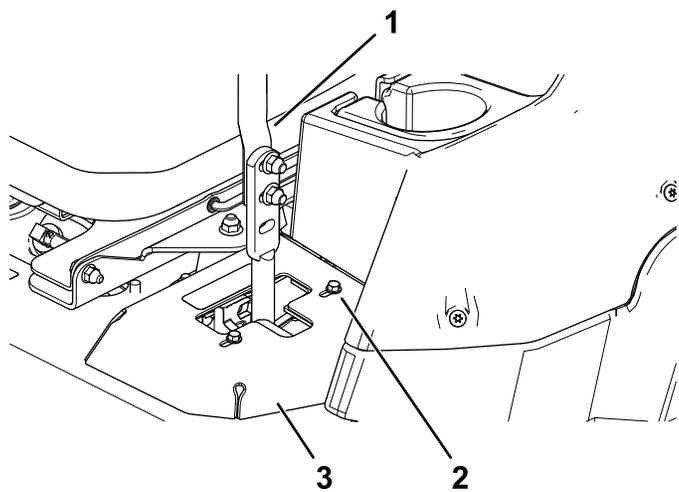

Figura 51
- Se la macchina tende a destra, allentate i bulloni e regolate la piastra di battuta sinistra spostandola indietro sulla fessura a T sinistra finché la macchina non procede in linea retta (Figura 51).
- Se a macchina tende a sinistra, allentate i bulloni e regolate la piastra di battuta destra spostandola indietro sulla fessura a T destra finché la macchina non procede in linea retta (Figura 51).
- Serrate la piastra di battuta (Figura 51).